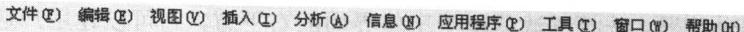

图 1-3 主菜单栏
(1) 标题栏。标题栏在 Pro/ENGINEER 操作界面的最上方，它将显示当前正在操作文件的路径和名称。
(2) 主菜单栏。主菜单栏在 Pro/ENGINEER 操作界面的上方，它主要由文件、编辑、视图、插入、分析、信息等 10 个菜单组成，如图 1-3 所示。当单击主菜单栏的任一个菜单选项时，系统会将菜单下拉，并显示出所有与该菜单有关的命令选项，因此，也称为下拉式菜单。